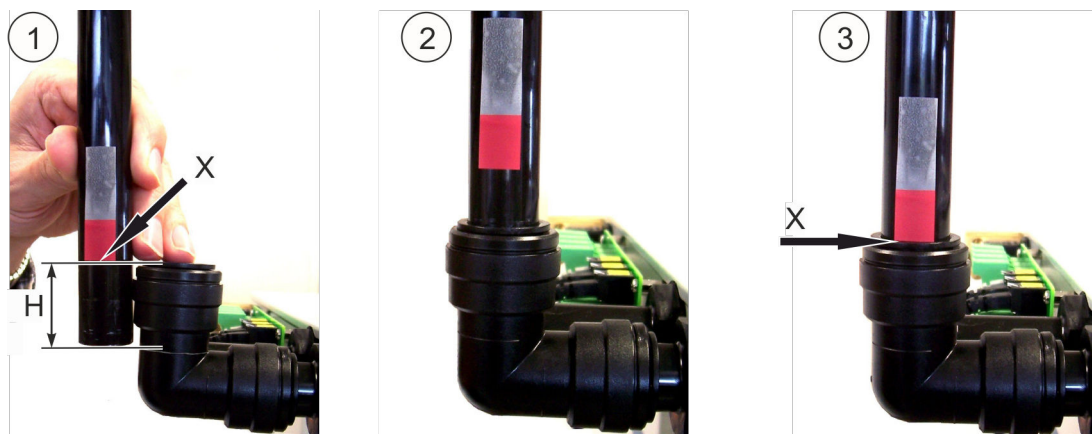

Fig. 28: Montaggio
1. ➤ [Fig. 28/1]: Marcare la profondità d'inserimento (Fig. 28/H) del tubo (Fig. 28/X). Usare la linea guida nell'angolare tubo! Profondità d'inserimento (H) ca. 33 mm.
2. ➤ [Fig. 28/2]: Inserire il tubo senza serrarlo.
3. ➤ [Fig. 28/3]: Premere il tubo con forza fino a quando s'innesta in posizione in modo udibile e avvertibile nella battuta di arresto e nella marcatura (Fig. 28/X).